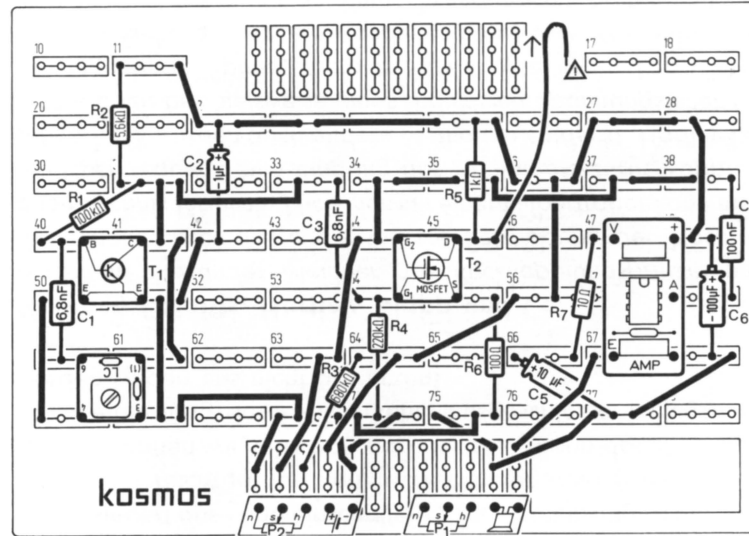

Bild 186. Aufbau zu Schaltung 184.
Wir bauen einen Sprechfunksender (Bild 186). Um ein Signal mittels eines zweiten zu formen (zu modulieren), ist der MOSFET ideal geeignet: Er hat zwei Eingangstore. Das Hochfrequenzsignal des Meißner-Oszillators wird G1 zugeführt (Schaltung 184). Mit Hilfe von P2 wird die G2-Spannung eingestellt. Dieser Gleichspannungs-Grundeinstellung wird unsere AF-(NF-) Wechselspannung überlagert. Damit die RF(HF) richtig durchmoduliert werden kann, also sowohl größer als auch kleiner gemacht werden kann, muß die Ausgangsspannung zunächst auf einen mittleren Wert eingestellt werden. Wir stellen P2 auf etwa „3“ ein. Wir nähern wieder ein Radio der Sendeantenne, wobei wir die Lautstärke zunächst nur sehr vorsichtig bedienen, und sprechen in den Lautsprecher LS, der hier als Mikrofon dient. Dann kann die Lautstärke des Radios vorsichtig erhöht werden. Mit Hilfe von P2 können wir auf klarste Sprachwiedergabe einstellen. Wenn die Lautstärke des Radios zu sehr aufgedreht wird, kommt es zu dem uns schon bekannten Rückkopplungspfeifen. Diesmal